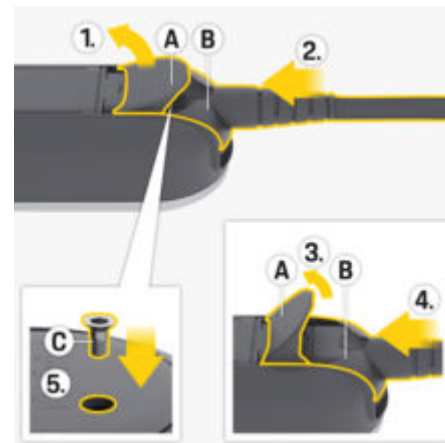

рис. 122: Кріплення мережного кабелю та фіксація штекера
1. Відкрийте кришку **A** (рис. 122) приблизно на 15 градусів (лише так, щоб штекер **B** (рис. 122) увійшов у панель керування).
2. Вставте штекер **B** (рис. 122) до першого упору в панель керування.
3. Повністю відкрийте кришку **A** (рис. 122).
4. Повністю вставте штекер **B** (рис. 122).
5. Повністю закрийте кришку **A** (рис. 122) і закріпіть її гвинтом **C** (рис. 122).